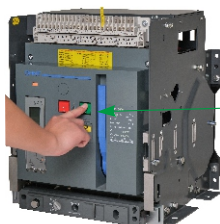

图46 手动合闸操作
- 合闸：当断路器处于分闸储能状态时(如带有欠电压脱扣器,请先确保欠压已通电吸合)，如图46按下绿色“|”按钮，断路器合闸，断路器由分闸储能状态转换为合闸释能状态。